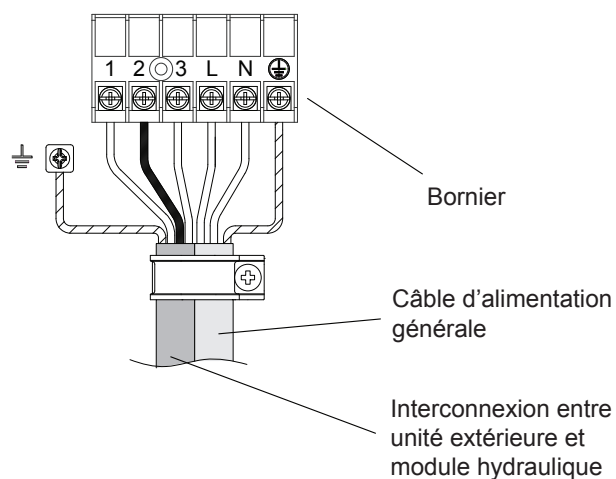

fig. 33 - Connexions au bornier de l'unité extérieure
- Utiliser la plaque de fixation pour tenir les câbles contre la plaque isolante (rep. 1 à 3 fig. 33). **Fixer les câbles afin qu'ils ne soient pas en contact avec les tuyaux et les vannes** (rep. 4).